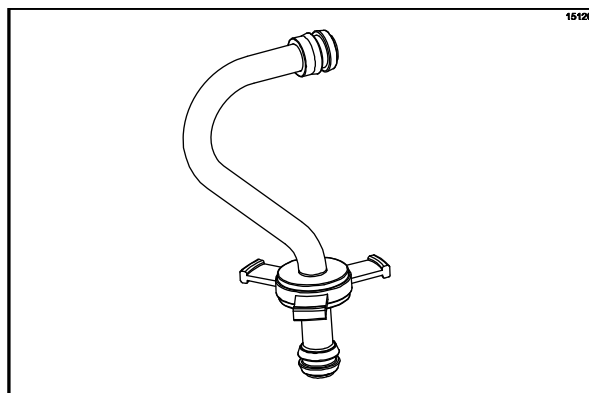

Рисунок 151
10. Соберите узел трубки подачи. Установите кольцо обратного клапана в канавку на трубке подачи. (См. рис. 151)